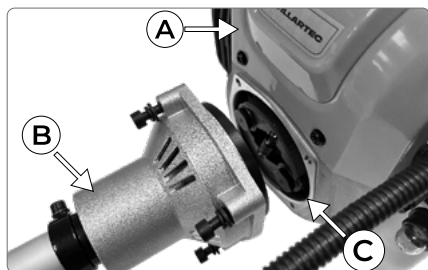
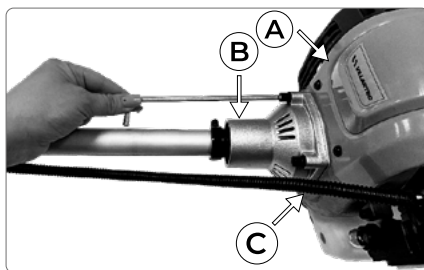

Рис. 2
Рис. 3
- Соедините двигатель А с трубой В четырьмя винтами С (рис. 2, рис. 3).